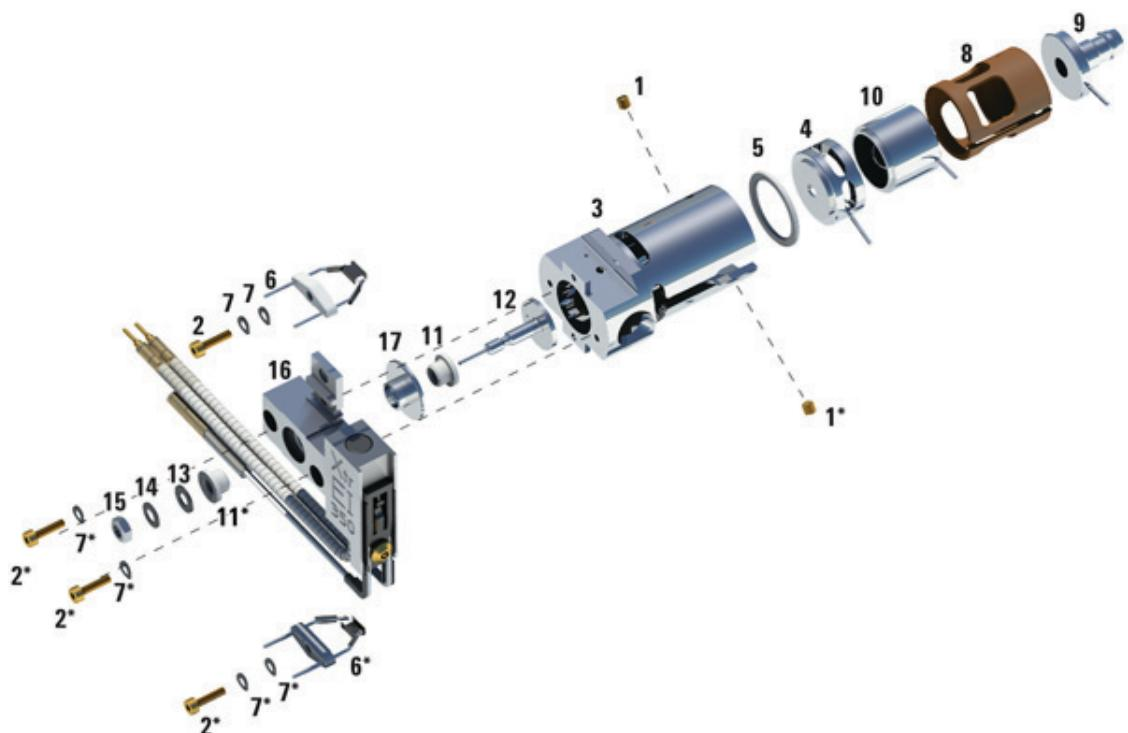

図 23 エクストラクタ EI イオン源の取り外し
- フィラメントの 2 個の金メッキしたねじを外し、フィラメントをイオン源から分離して、フィラメントを取り外します。148 ページ図 23 を参照してください。
表 19 エクストラクタイオン源の部品リスト (図 23)
表 19 エクストラクタイオングリーンの部品リスト(図 23) (続き)